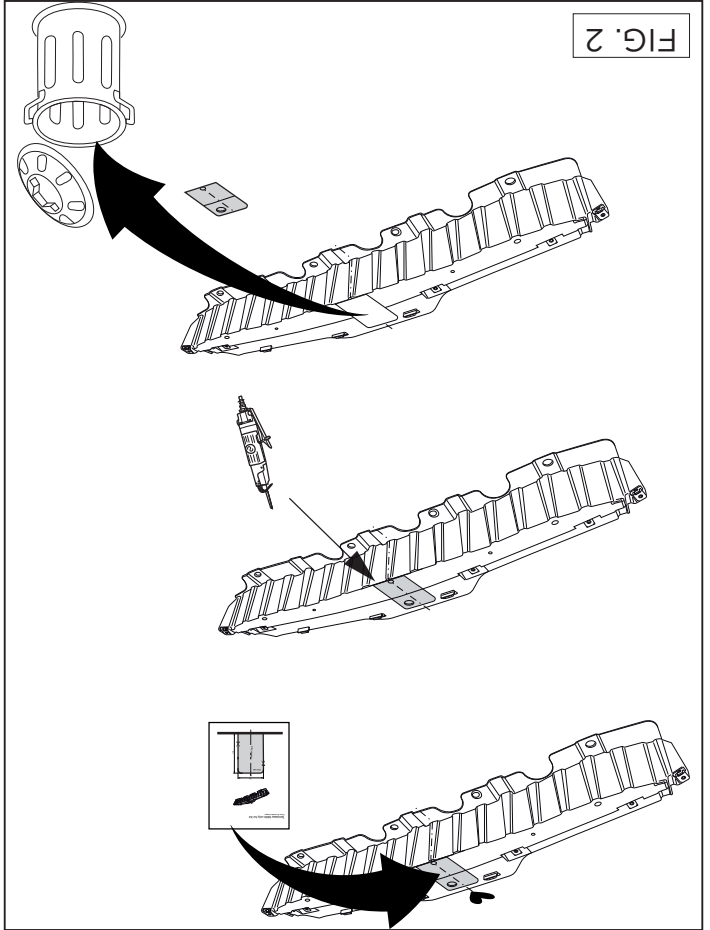

FIG. 2
4. Use the template to saw out the indicated section. See figure 2.
- X4:** Den angegebenen Teil mit Hilfe der Schablone ausschneiden. Siehe Abbildung 2.